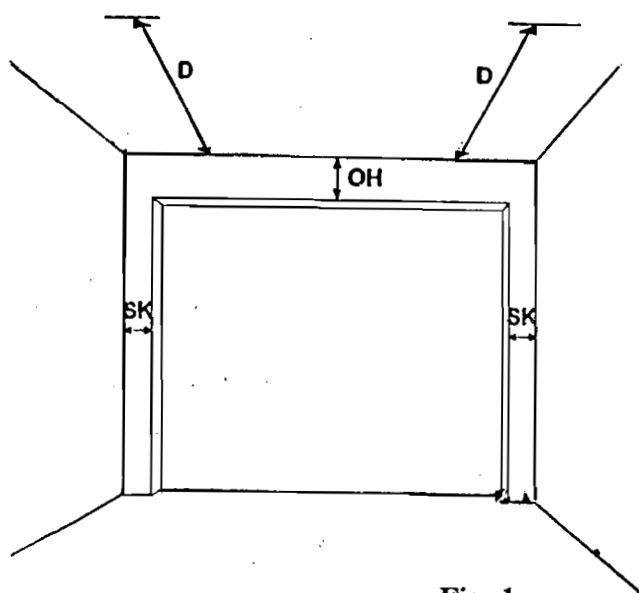

Fig. 1
NB! Ved bruk av portåpner trengs 5 cm ekstra overhøyde (OH) uansett hvilke beslag som brukes! Total lengde på standard portåpner er 315 cm. **Spesial åpnerfeste skal brukes!** Se side 11. Dybden (D) i garasjen må være min. portens høyde pluss 46 cm. Se fig. 1. Det kreves ekstra dybde ved bruk av portåpner.